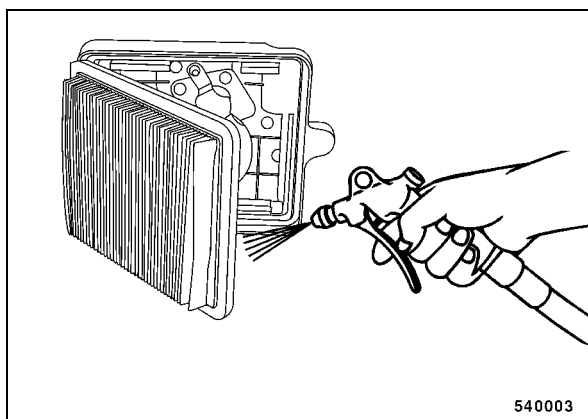

рис. 58
- В случае сухой, тонкой пыли продуть воздухоочиститель с сухим фильтрующим элементом со стороны чистого воздуха (рис. 58).